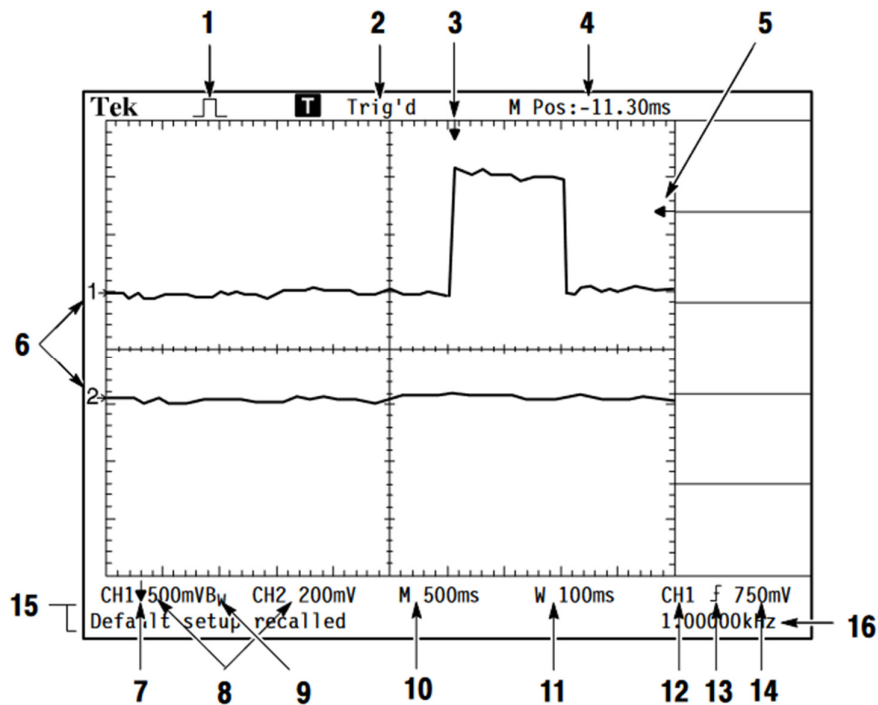

Figura 3 Indicații de sincronizare osciloscop TDS 1000
Observația 3: Atunci cînd se detaliază imaginea, porțiunea din imagine care se păstrează este cea din jurul momentului de trigger (săgeata verticală aflată deasupra ecranului - săgeata verticală 3 din Figura 3). Pentru exemplul dat în Fig. 7 a), porțiunea care se păstrează în urma detalierii imaginii este cea încadrată cu ovalul punctat.
Se vor utiliza cîteva din reglajele de sincronizare. Se identifică indicațiile 2, 3, 5, 12 și 13 din Figura 3.
Se analizează efectul nivelului tensiunii de sincronizare (prag), U_P , asupra sincronizării osciloscopului. Se modifică U_P , din butonul **TRIGGER LEVEL**, astfel încît aceasta să ajungă la valori mai mici decît minimul semnalului, la valori între maxim și minim, și la valori mai mari decît valoarea maximă a semnalului. Se urmăresc indicațiile 5 și 2 din Figura 3.
Ce se observă cu privire la stabilitatea imaginii? Cît sînt valorile limită minimă și maximă a U_P a.î. imaginea să rămîna sincronizată ? (valoarea numerică din poziția 13, Figura 3)
Scrieți în fișă valoarea curentă $U_{P 50\%}$ a nivelului setat automat (poz. 14, Figura 3).
Se deplasează momentul de sincronizare (poz. 3 din Figura 3) exact la începutul imaginii (marginea din **stînga** ecranului) din reglajul rotativ **HORIZONTAL POSITION**. Se va *regla fin* butonul pînă *exact* în momentul în care săgeata 3 ajunge la margine și devine în loc de verticală, orizontală. Se observă că imaginea semnalului începe (în stînga) chiar de la înălțimea la care se află indicația 5 din Figura 3, adică exact la nivelul triggerului. Se va ajusta fin nivelul triggerului pentru a observa aceasta.
a) Se trece osciloscopul pe **CH1 MENU** → **Coupling** → **DC**. Se trece generatorul pe semnal dreptunghiular simetric, cu factor de umplere (*duty cycle*) 25%, avînd amplitudinea $U_V=2,5V$, perioada $T = 400 \mu s$. Se reglează coeficienții de deflexie la valorile $C_X=100 \mu s/div$ și $C_Y=1V/div$. Nivelul de zero (indicația 6 de pe Figura 3) va fi reglat la mijlocul ecranului din **VERTICAL POSITION**. Momentul de trigger (indicația 3 de pe Figura 3) va fi adus în mijlocul ecranului prin apăsarea tastei **Set to Zero** din zona de reglaje **HORIZONTAL**.